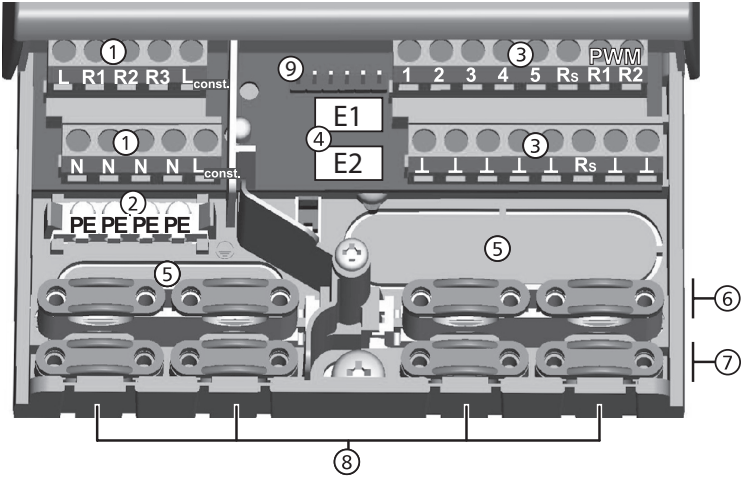

Fig. 3: Morsetti di collegamento nel lato inferiore del regolatore (calotta coprimorsetti rimossa)
1. Perforare le aperture ⑤ (fig. 3) con un attrezzo adatto.
1. Intagliare e perforare con un coltello adatto le aperture per cavi ⑧ (fig. 3) *necessarie* a sinistra e a destra.